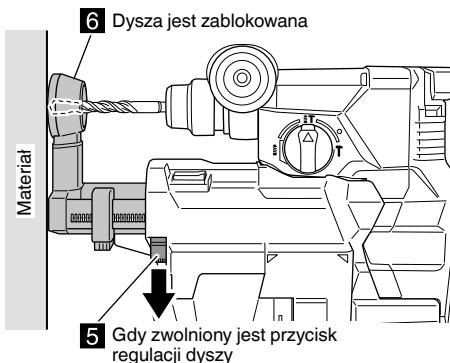

Rys. 6
- (3) Podczas wciskania przycisku regulacji dyszy w kierunku strzałki, przycisnąć narzędzie w stronę materiału, pozwalając na skrócenie pozycji dyszy, aż do osiągnięcia pozycji zetknięcia wiertła z materiałem. (Rys. 6)